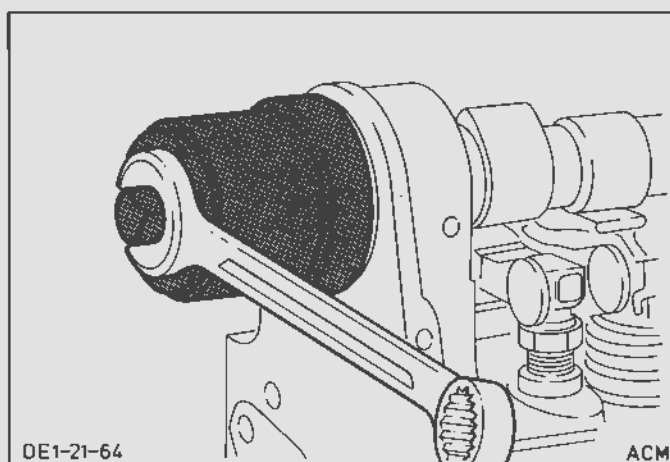

Fig.124. Montering af knastakselpakdåse
4. Smør den nye pakdåses tætningsflig og knastakselenden med olie. Træk pakdåsen ind på plads med specialværktøj 21-009-B, Fig.124.